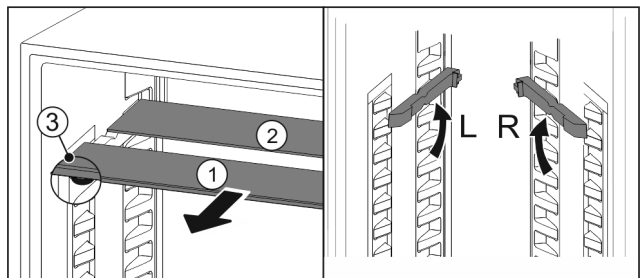

Fig. 94
- ▶ Издърпайте Fig. 94 (1) поотделно стъклените плочи напред.
- ▷ Стъклената плоча Fig. 94 (1) с декоративната лайстна е отпред.
- ▷ Ограничителите Fig. 94 (3) сочат надолу.